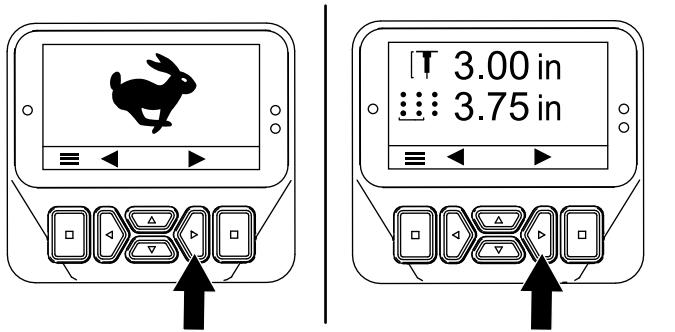

Figure 61
**Remarque:** L'écran de mode TRANSPORT ou mode AÉRATION s'affiche (Figure 61).